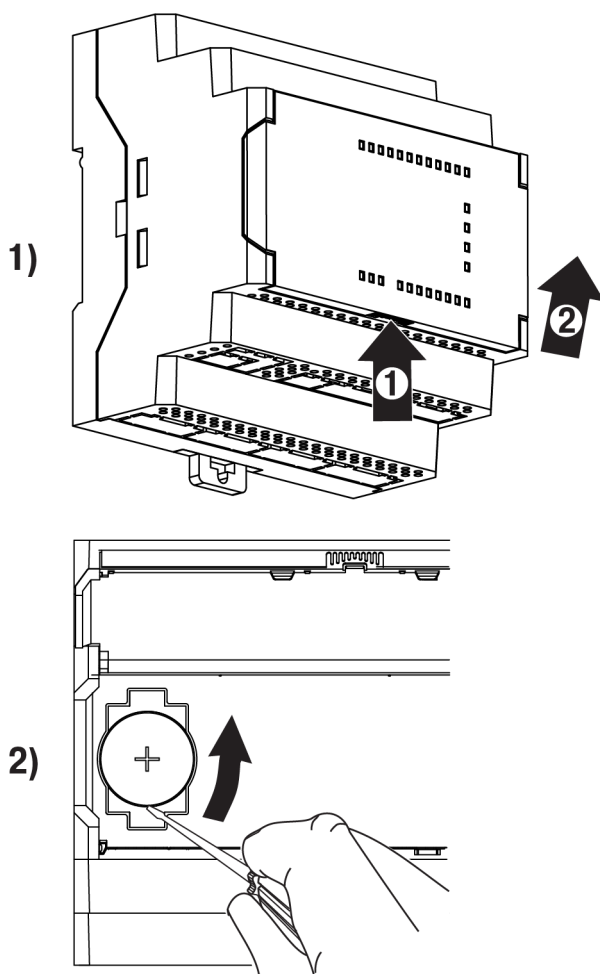

Рисунок 8.1 – Замена батарейки
2. Открыть крышку на лицевой панели прибора (см. рисунок 8.1, 1).